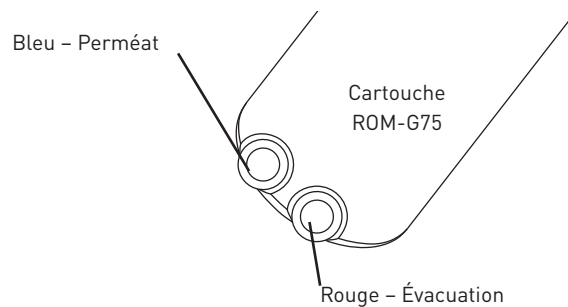

Figure 41
3. Insérez le tuyau dans l'orifice d'évacuation rouge au fond de la cartouche (Figure 41). Enfoncez-le jusqu'à ce que la marque soit alignée sur le raccord rapide.
6. Insérez le tuyau dans l'orifice de perméat bleu au fond de la cartouche ROM-G75 (Figure 41). Enfoncez-le jusqu'à ce que la marque soit alignée sur le raccord rapide.